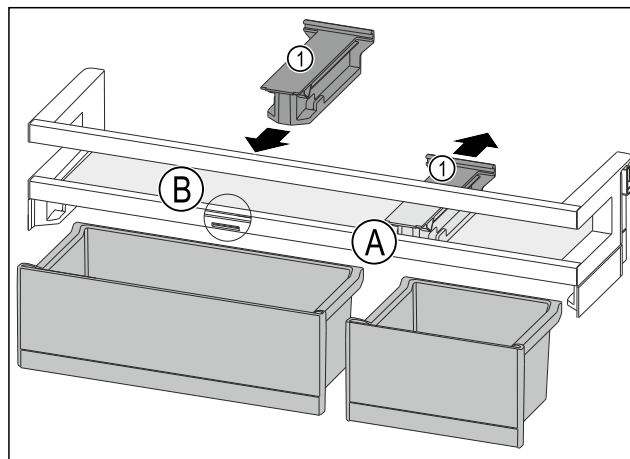

Fig. 89
- ▶ Tirare l'elemento di tenuta Fig. 89 (1) all'indietro per portarlo in posizione Fig. 89 (A).
- ▶ Inserire l'elemento di tenuta Fig. 89 (1) in posizione Fig. 89 (B).